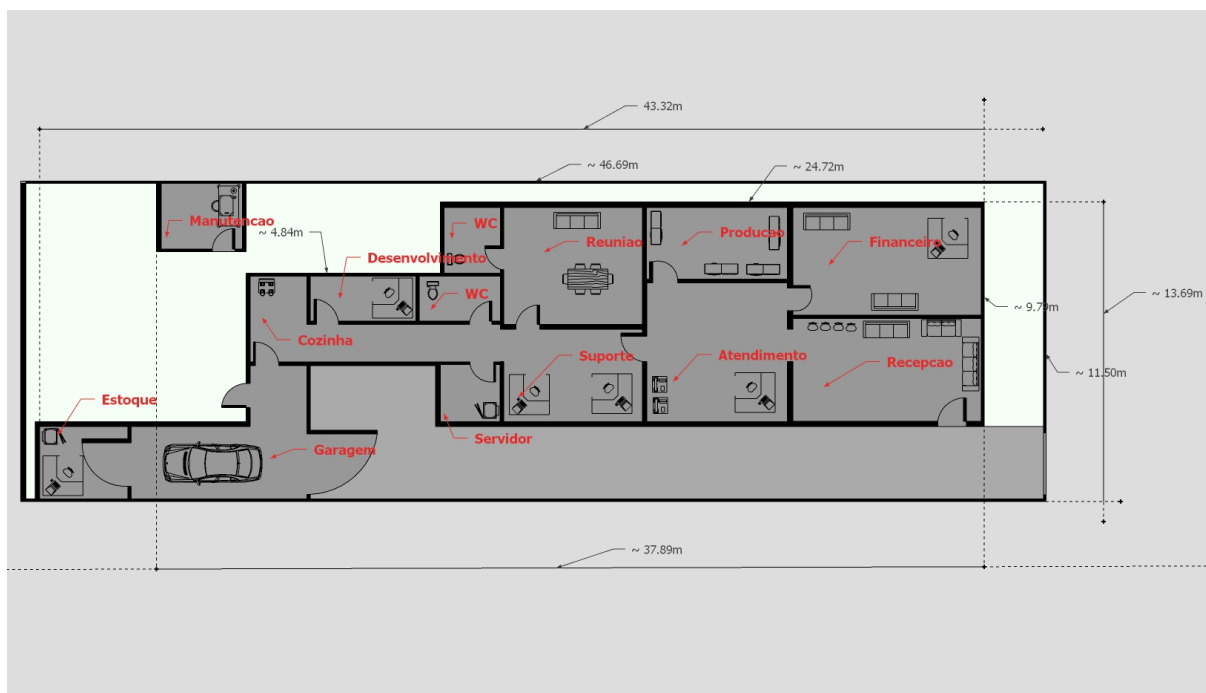

Figura 1: *Planta Atual*
- Os passivos da rede: a estrutura conta com uma mini Rack de parede acoplada na sala de servidores (Figura 1). Há cabos de rede no forro das instalações interligando os equipamentos e o switch. Também há pequenas calhas de plástico para acabamento dos cabos de UTP nas paredes;
A planta (Figura 1) representa a construção atual. A construção conta com apenas um andar. A extensão máxima de área construída útil é de aproximadamente 44 metros. Com uma largura medindo cerca de 12 metros. A sala do servidor, onde é centralizada a rede, fica no centro da construção, isso facilita a distribuição de cabos no entorno do edifício.
Pegando como base a planta física (Figura 1), esboçamos sobre ela a estrutura lógica (Figura 2), dos componentes da rede e o caminho percorrido pelos cabos.